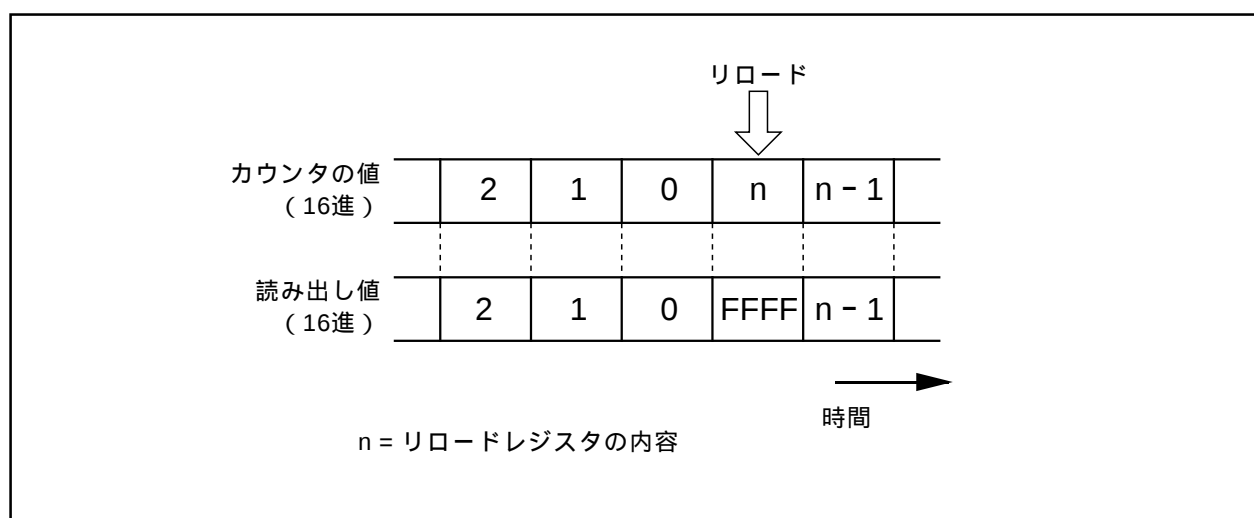

図2.2.28. タイマAiレジスタの読み出し
- 内 容 (1) リセット解除後、**カウント開始フラグ**は“0”です。**タイマAiレジスタ**に値を設定した後、“1”にしてください。
- (2) カウント中のカウンタの値は、タイマAiレジスタを読み出すことによって任意のタイミングで読み出すことができます。ただし、図2.2.28に示すリロードタイミングで読み出した場合、FFFF₁₆が読み出されます。カウント停止中にタイマAiレジスタに値を設定した後、カウンタがカウントを開始するまでの期間に読み出しを行った場合、設定値が読み出されます。